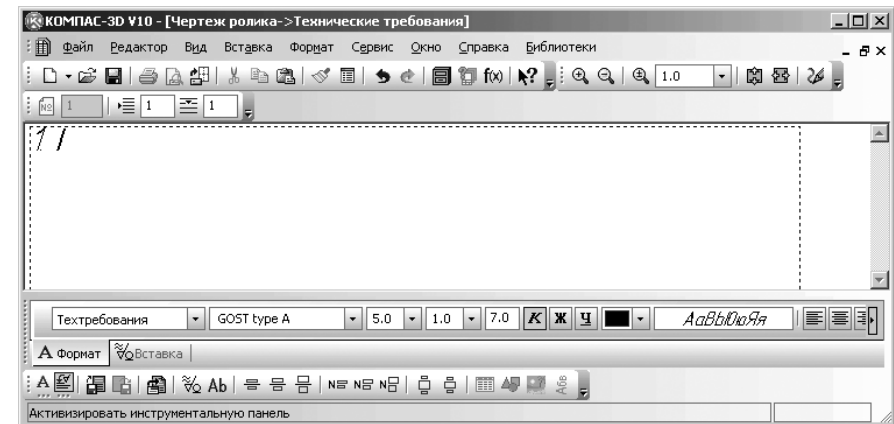

Рис. 5.73. Всплывающее меню после щелчка по кнопке **Из файла** в диалоговом окне **Создать таблицу**
- щелкните в диалоговом окне **Создать таблицу** по кнопке **Из файла**. Появится всплывающее меню (рис. 5.73).